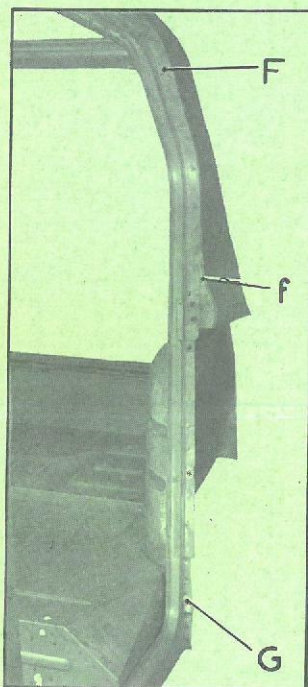

Fig. 2
- FG (fig. 2 et 4),
- f (fig. 2).